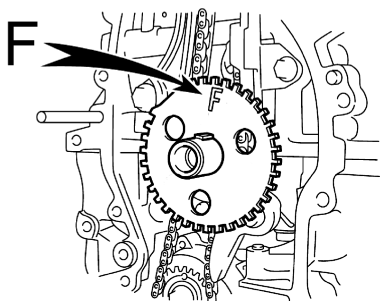

图 1-192 安装 1 号曲轴位置传感器信号盘
7) 安装 1 号曲轴位置传感器信号盘。安装传感器信号盘时让“F”标记朝上, 见图 1-192。